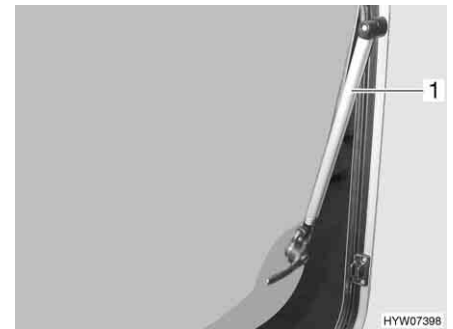

Bild 50 Ausstellfenster mit Automatik-Aussteller
- Ausstellfenster mit Automatik-Aussteller: Das Ausstellfenster bis zur gewünschten Raststellung öffnen. Der Automatik-Aussteller (Bild 50,1) rastet selbständig ein.